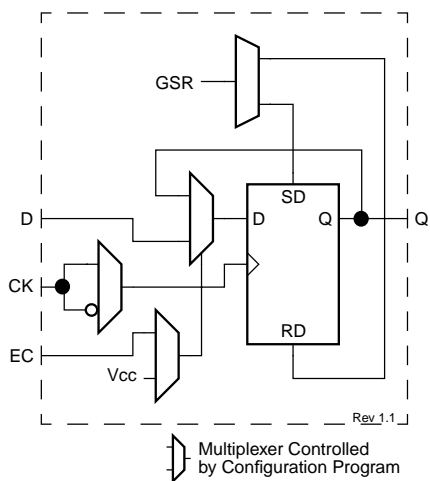

図 6 : IOB フリップフロップの機能ブロック図
また、このレジスタの簡略化したブロック図を図 6 に示します。レジスタ選択の指定は該当するライブラリシンボルを配置することにより行われます。例えば、IFD は基本入力フリップフロップ (立ち上がりエッジトリガ) で、IDL は基本入力ラッチ (トランスペアレント High) です。反転クロックを使う派生も使用することができます。図 6 に示す CK ライン上には、クロック信号のインバータも示してあります。
CLB レジスタの場合と同様に、GSR 信号を使用して、入力レジスタと出力レジスタを INIT 属性またはプロパティの値に応じて、セットまたはクリアすることができます。2 個のフリップフロップは、リセット時とコンフィギュレーション後に、セットまたはクリアするように個別にコンフィギュレーションすることができます。グローバル GSR ネット以外に、I/O フリップフロップに対するユーザ制御のセット / リセット信号はありません (図 6 参照)。セットまたはクリアの選択は、フリップフロップの初期状態と GSR パルスに対する応答の両方に適用されます。
各 IOB 内の入力フリップフロップおよび出力フリップフロップには、共通のクロック イネーブル入力 (EC) があります。このクロック イネーブルは、コンフィギュレーション時に、入力または出力フリップフロップあるいは両フリップフロップを個々に起動することができます (図 6 の EC 信号を参照)。このクロック イネーブルは、Spartan シリーズ CLB の EC ピンとまったく同じ動作をします。この信号は、IOB 内部で反転することはできません。